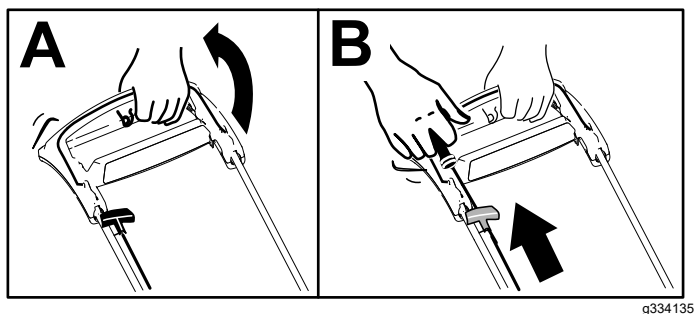

Figura 13
1. Mantenha a barra de controlo da lâmina encostada à pega (A de Figura 13).
2. Puxe o manípulo do arranque manual com cordão ligeiramente até sentir resistência e, em seguida, puxe rapidamente e deixe que regresse lentamente ao guia no manípulo (B de Figura 13).